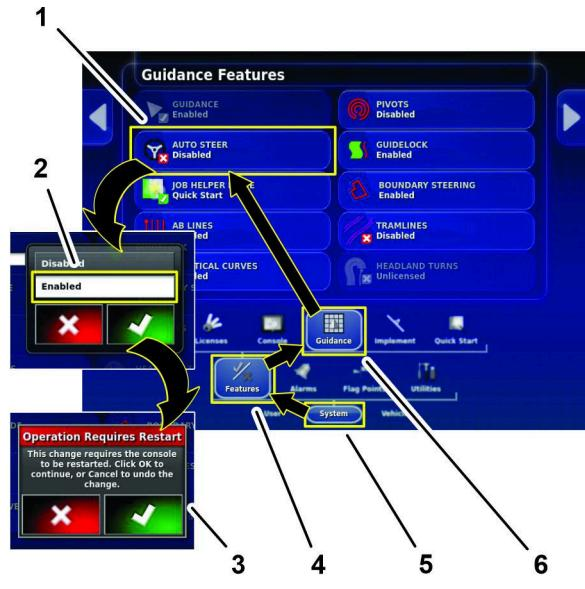

図 156
4. AUTO STEERアイコン  を押します。 (図 156).
5. ダイアログボックスで、有効化アイコンを押し、確認アイコンを押します (図 156)。
6. ダイアログボックスの再起動が必要な場合は承認アイコンを押す図 156。